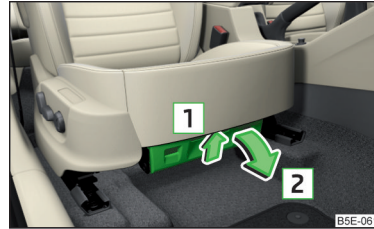

Abb. 105 Ablagefach öffnen
- Zum **Öffnen** auf den Griff in Pfeilrichtung **1** drücken und das Fach in Pfeilrichtung **2** aufklappen » Abb. 105.